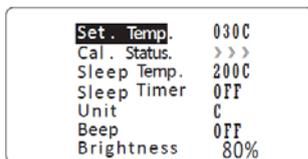

图8
3.4 当 Cal. Status 显示“>>>”(见图8), 表示焊台温度向上调整已经达到限制或校温幅度过大, 出于机器安全考虑, 此时无法再继续向上调整温度, 但可向下调整。